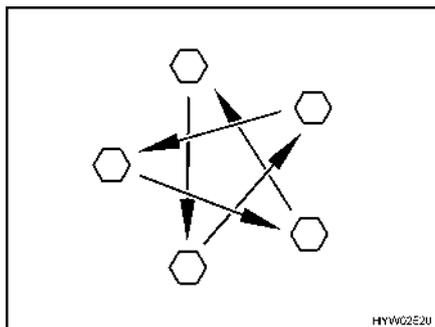

Fig. 111 Apretar las tuercas o los tornillos de las ruedas en forma de cruz
- Comprobar periódicamente que las tuercas o tornillos de las ruedas estén firmemente apretados. Reajustar en forma de cruz (Fig. 111) las tuercas o tornillos después de cambiar una rueda, al cabo de 50 km.